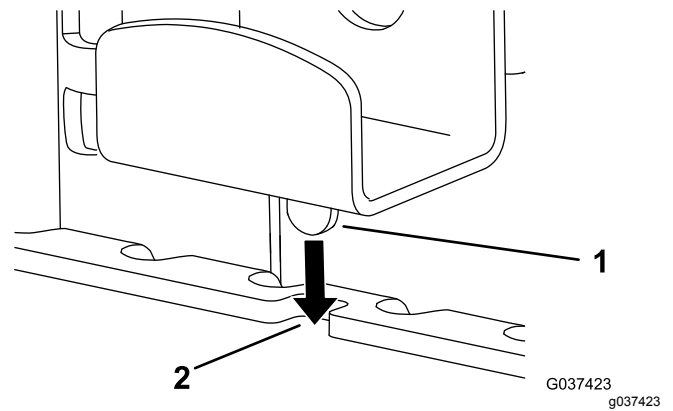

Figura 17
2. Allentate la manopola e abbassate la staffa superiore, inserendo l'aletta nell'incavo nella staffa della cerniera (Figura 17).